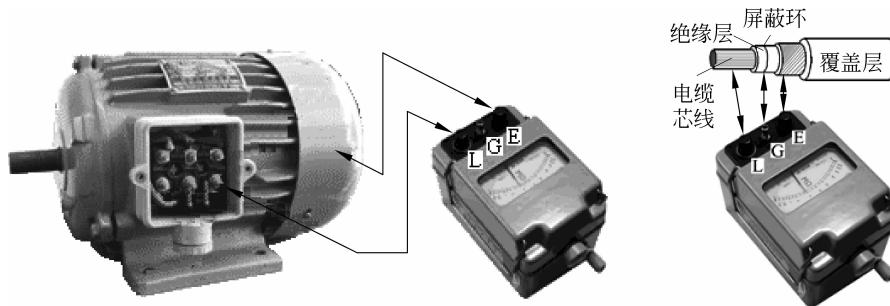

图 3-9 兆欧表的接线
(1) 校表。测量前,应将兆欧表进行一次开路和短路试验,检查其性能是否良好。将两条连接线开路,摇动手柄,指针应指在“ ∞ ”处;再把两条连接线短接一下,指针应指在“0”处。符合上述条件者即为良好,否则不能使用。
(2) 将被测设备与线路断开,对于大电容设备,还要放电。
(3) 选用电压等级符合的兆欧表。
(4) 测量绝缘电阻时,“L”端接被测导体,“E”端接地,但在测量电缆的对地绝缘电阻或被测设备的漏电流较严重时,就要使用“G”端,并将“G”端接屏蔽层或外壳,如图 3-9 所示。线路接好后,可按顺时针方向转动摇把,摇动的速度由慢而快,当转速达到每分钟 120 转左右时,保持匀速转动,1 分钟后读数,并且要边摇边读数,不能停下来读数。